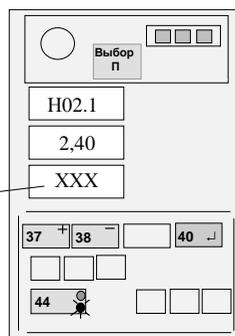

Рисунок 11
4.4.6.4 Нажимая кнопки "+" (37) и "-" (38), набрать на среднем ИЖЦ значение вылета, указанного в правом столбце таблицы 4 с погрешностью не более  $\pm 0,01$  м (см. рисунок 11) для установленного значения вылета по рулетке.